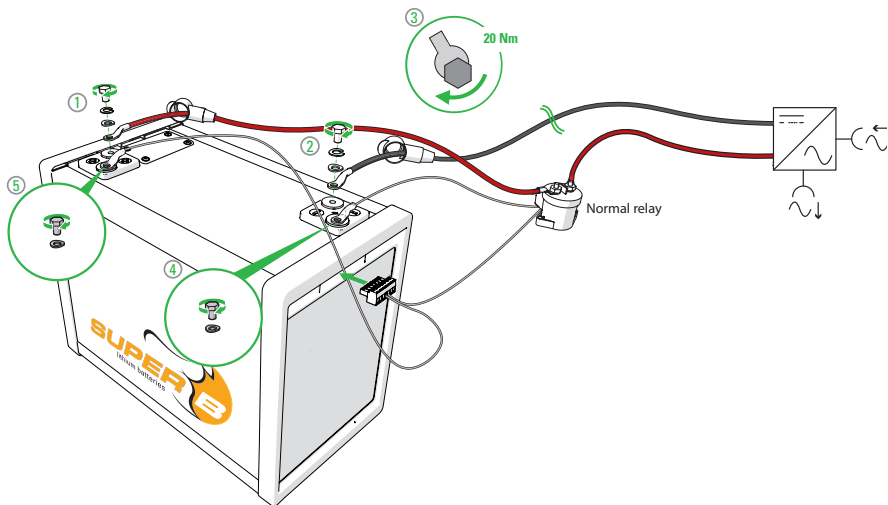

Figure 11. Raccordement de la batterie à la charge.
2. Raccorder la borne de la batterie à la borne du relais (voir figure 11).